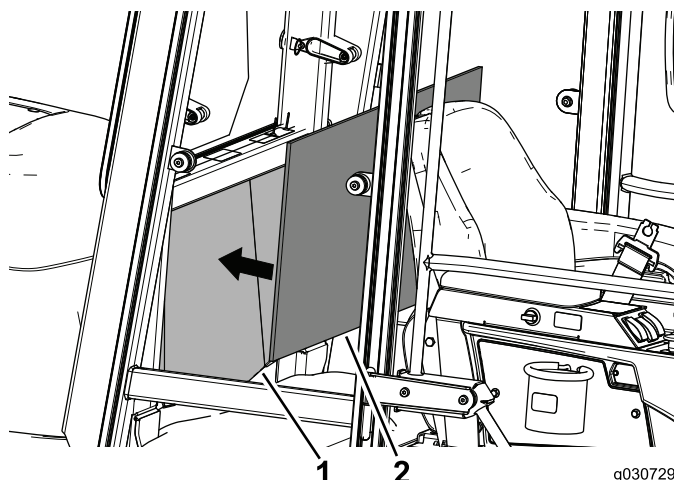

Рисунок 31
- Для правильной посадки панели обшивки совместите ее с центром задней панели внутри кабины (Рисунок 31).